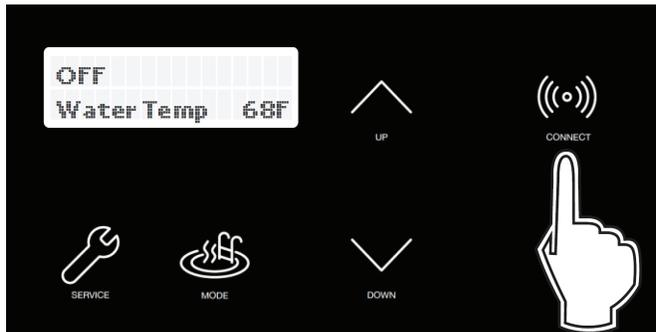

Figure 72. Touche CONNECT (Connexion)
1. Placez-vous près de l'afficheur de l'appareil Crosswind V. Appuyez sur la touche CONNECT (Connexion). Voir Figure 72.